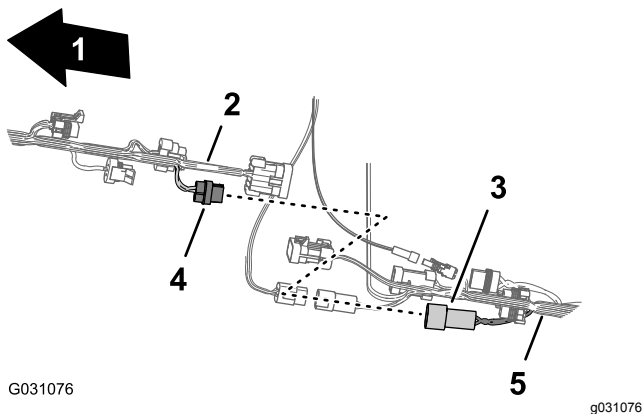

图 90
4. 把用于冲洗泵的前线束 2 针接头连接至用于冲洗泵的后线束 2 插槽接头图 90。